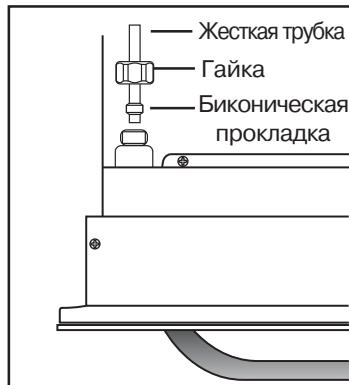

Рис. 2
b) жесткая металлическая трубка (Рис. 2) (из отожженной меди диам. 8 мм): вставьте медную трубку в соединительный патрубок рампы, предварительно установив гайку и биконическую прокладку, находящиеся в пакете с принадлежностями.